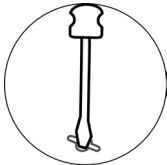

Рисунок 3
5.5 При отсутствии указанной индикации замкните проводящим предметом контакты RESET (рис.3) на 2–3 с.